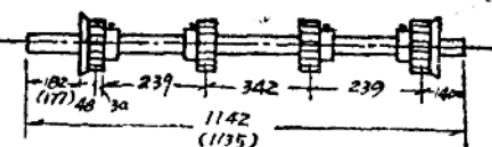

图 6
①装上斜帘漏底和斜帘后部角铁条。
②精校主动軸、张力軸、衬托导盘軸及橫軸的水平灵活，然后在軸承处做好記号拆下。
③照图6組成的主动导盘軸穿入斜帘內（长軸头在右侧），用直径 $3/8"$ 棉繩扎紧斜帘，卷口朝上，繩結打在上方，次将直径 $1" \times 100"$ 钢管穿入导盘內，将其抬到牆板上，再擱于軸衬槽內。然后慢慢松开繩子，使斜帘徐徐滑下。最后装好左右軸衬。
④将張力导盘軸組成后（导板位置与主动导盘軸相仿，所不同者如图6括号內所示尺寸），从牆板圓孔穿入机框（长軸头在右侧），軸头伸入牆板槽內，而后装上两端軸衬及其托脚，初緊螺絲。
⑤裝上斜帘前部角鉄条，注意在拈螺絲时，手不要与角釘触碰，以保証安全。
⑥裝上斜帘后部衬托鐵皮板及下部鐵皮門一块。
⑦裝入斜帘內两根衬托导盘軸，而后把斜帘軸搖柄裝于斜帘主动导盘軸右端，手搖回轉斜帘，檢視导盘邊与牆板之間隙，要求左右一致，角釘不触碰，回轉沒異声，張力适当，然后締緊張力托脚螺絲。
⑧裝上牆板槽两侧鑄鐵压板，螺絲不能过紧，避免损坏。